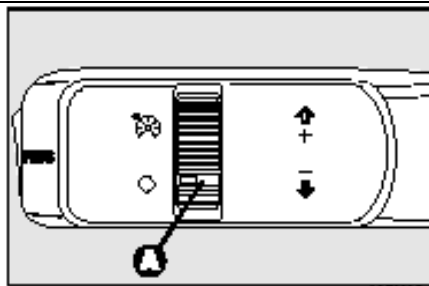

рис.57
Повернуть шайбу А-рис. 57 в положение .
- Повернуть шайбу А - рис. 57 в положение , нажав на педаль акселератора и довести автомобиль до желаемой скорости;
*Если устройство работает неверно или не работает вообще, поверните шайбу **A** – рис.57 в положение 0 и проверьте, не перегорел ли соответствующий предохранитель. Если нет, обратитесь в Сеть по обслуживанию автомобилей Alfa Romeo.*